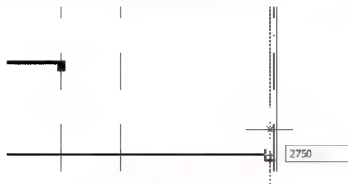

图 4.98 利用【对象追踪】辅助工具寻找水平线的起点
(1) 将【墙】图层设置为当前层。
(2) 绘制 D 轴线上的剖面窗。
① 打开【正交】【对象捕捉】和【对象追踪】功能,启动【直线】命令,在 line 指定第一点:提示下,捕捉地面线的右端点,不单击,然后将光标轻轻向上拖出虚线,输入“2750” (2750=1650+1100)后按 Enter 键,如图 4.98 所示。